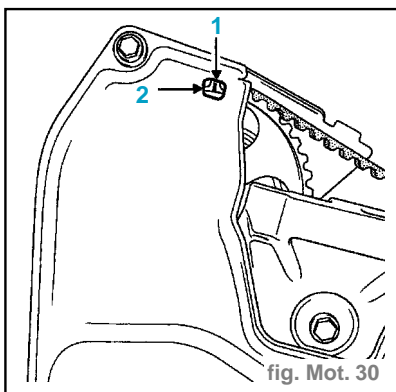

fig. Mot. 30
- Tourner le vilebrequin dans le sens horaire (côté distribution), dès que le repère (1) de la poulie d'arbre à cames doit être à peu près au centre de la fenêtre (2) du carter de distribution, appuyer sur la pige de point mort haut **Mot. 1054** jusqu'au pigeage du vilebrequin (le repère de la poulie d'arbre à cames doit se situer à peu près au centre de la fenêtre). (fig. Mot. 30)